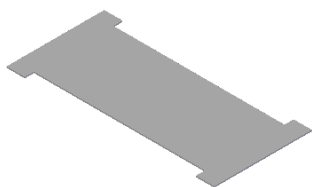
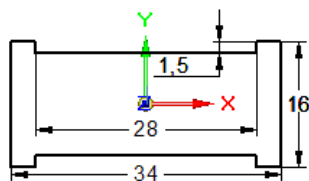

图 4.8.2 平板特征 1
图 4.8.3 截面草图
Step1. 新建文件。选择下拉菜单 新建(N) 命令。
Step2. 创建图 4.8.2 所示的平板特征 1。
(1) 选择命令。单击“主页”功能选项卡“钣金”工具栏中的“平板”按钮 。
(2) 定义特征的截面草图。
① 选取草图平面。在系统 单击平的面或参考平面。的提示下，选取俯视图(XY)平面作为草图平面。
② 绘制图 4.8.3 所示的截面草图。